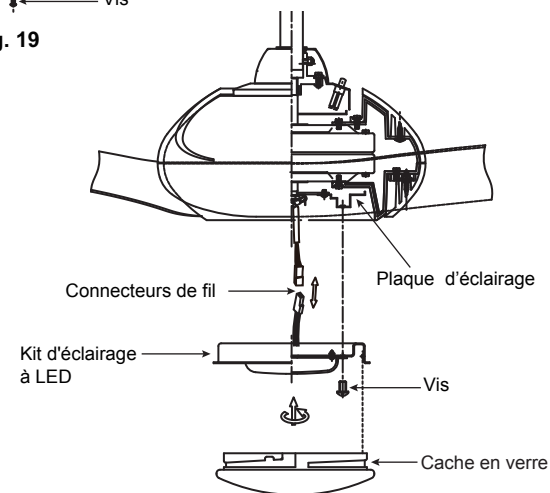

Fig. 20
**Étape 1.** Desserrez les trois vis de montage à l'intérieur du kit d'éclairage à LED (Fig. 20).
**Étape 3.** Rentrez soigneusement les connexions dans la plaque lumineuse. Placez les trous en forme de serrure sur le kit d'éclairage à LED sur les 2 vis précédemment desserrées de la plaque d'éclairage et tournez ensuite le kit d'éclairage jusqu'à ce qu'il s'enclenche au niveau de la section étroite des trous en forme de serrure. Fixez en serrant les trois vis (Fig. 20).
**Étape 4.** Soulevez le cache en verre contre le kit d'éclairage et le tournez dans le sens des aiguilles d'une montre jusqu'à ce qu'il soit bien ajusté. NE PAS SERRER EXCESSIVEMENT. (Fig. 20).